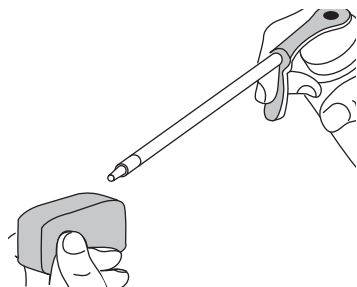

Fig. 27
4. Aplique suficiente aceite limpio de motor SAE 30 para recubrir ligeramente el filtro (Fig. 27).